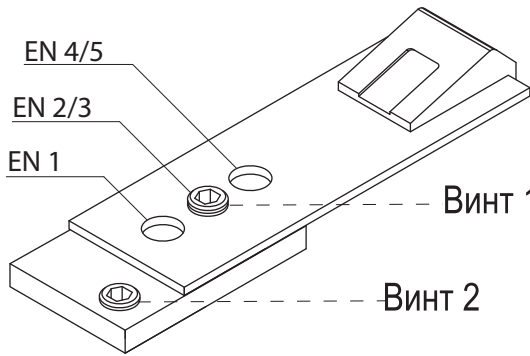

Рис.11
1. Установите Винт1 в отверстие, которое соответствует выбранному усилию доводчика (Рис. 11).
2. Установите Винт 2 в отверстие фиксирующей пластины (Рис. 11).